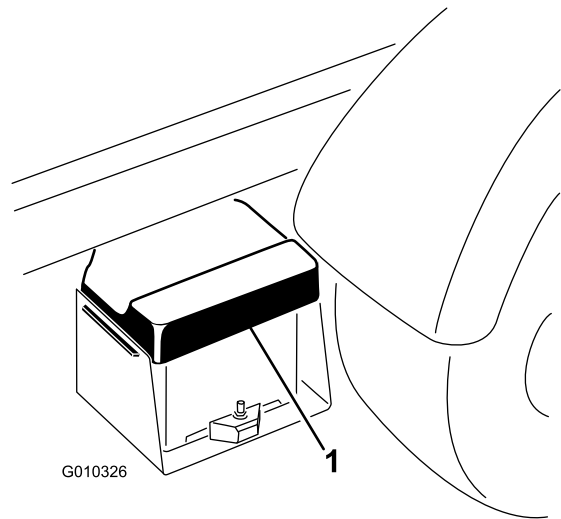

图 41
1. 挤压电池盖从电池座中松开凸耳然后从电池座中取出电池盖图 41。